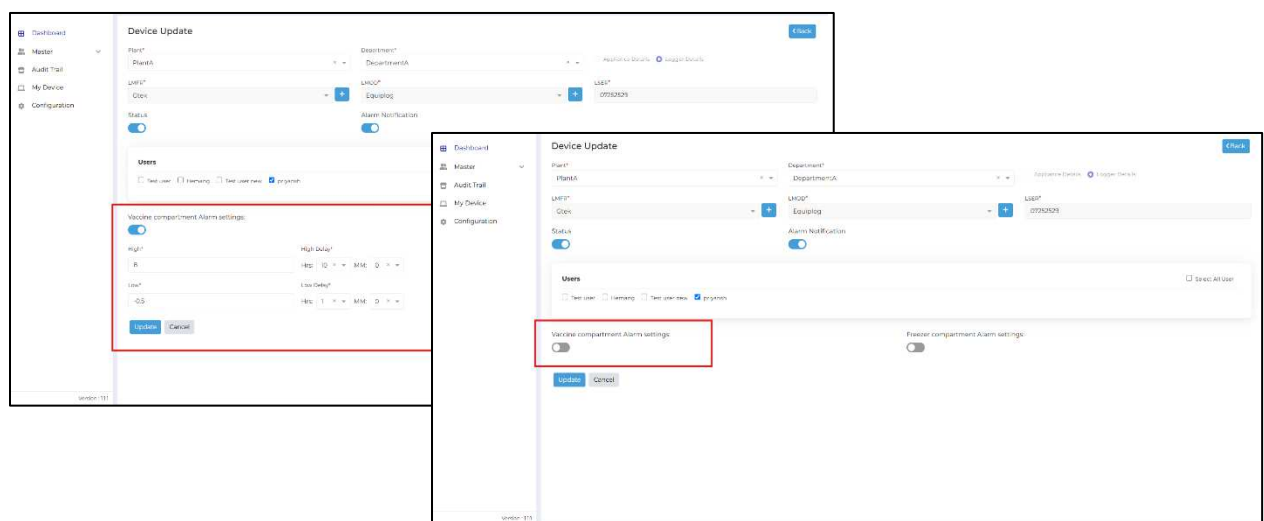

Figure 62 Désactivation/activation du moniteur d'alarme pour le périphérique sélectionné
- Dans l'option d'édition de l'appareil, l'utilisateur peut désactiver la surveillance des alarmes en cliquant sur le bouton curseur pour les paramètres Vaccin et/ou Alarme du compartiment congélateur, puis en cliquant sur le bouton « Mettre à jour » pour envoyer la commande à l'appareil comme montré à la figure 62.